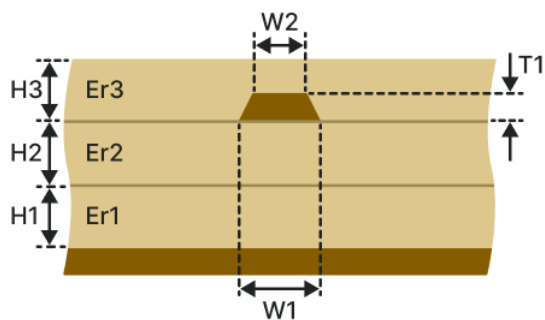

Рис. 137 Заглубленная ЛП (З-2Н1В)
- Заглубленная ЛП (З-2Н1В), см. Рис. 137.